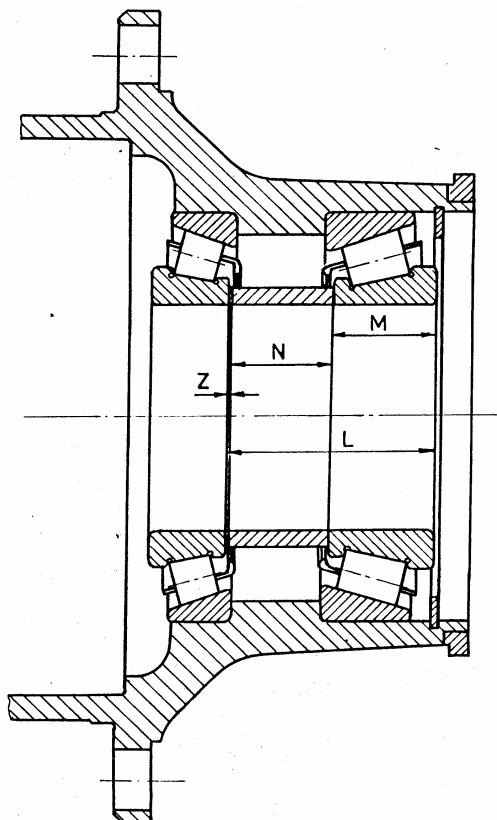

Рис.4. Размеры для расчета сборки ступицы
2. Ступицу положить на внутреннее кольцо наружного подшипника (с использованием соответствующей прокладки) так, чтобы можно было замерять размеры, необходимые для расчета толщины прокладок, вставляемых между распорную втулку и наружный подшипник. Эти прокладки обеспечивают регламентируемый натяг подшипников ступицы колеса, который должен быть от $\pm 0,05$ мм (рис. 4).